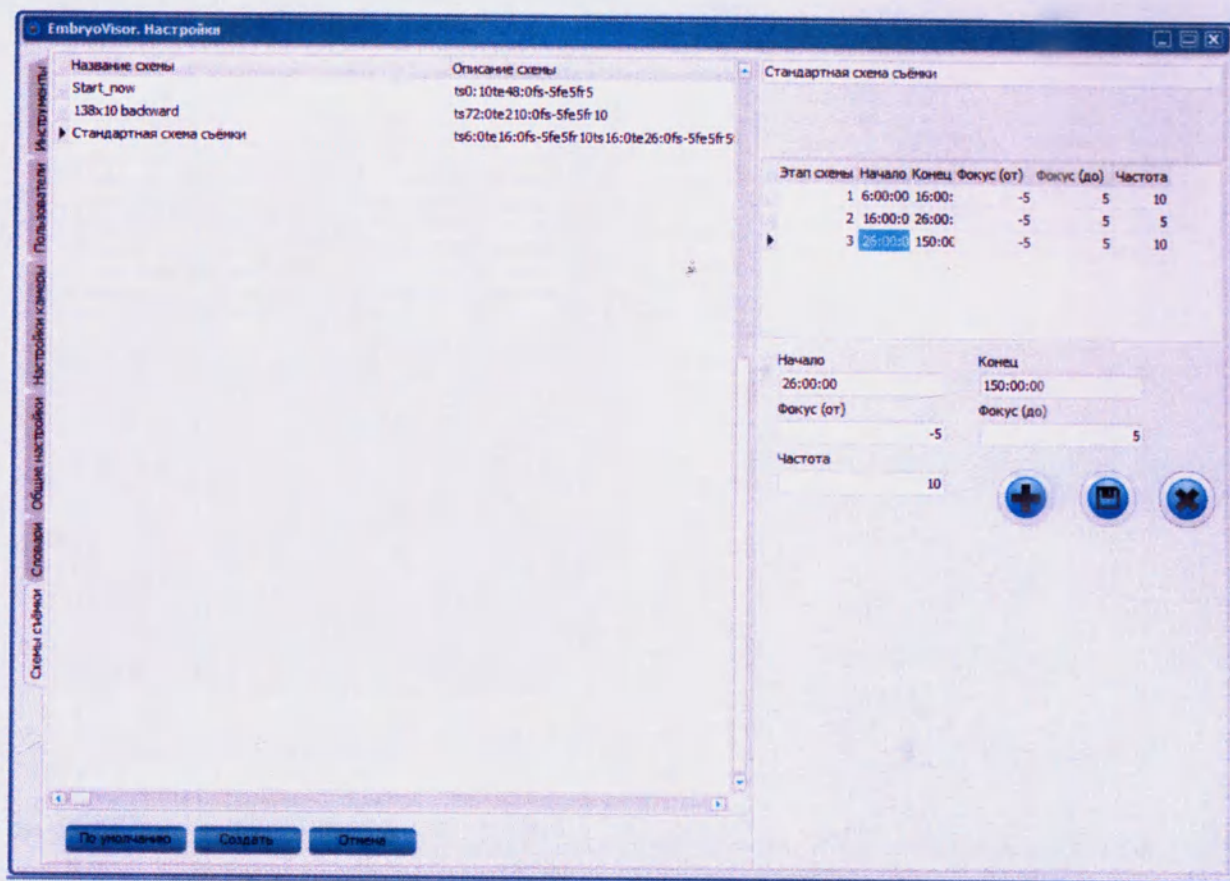

Рисунок 14 – Вкладка «Схемы съемки»
- Настройки камеры- Рисунок 14.
Вкладка «схема съемки» (Рисунок 14) предназначена для задания схемы съемки эмбриона и ее сохранения.